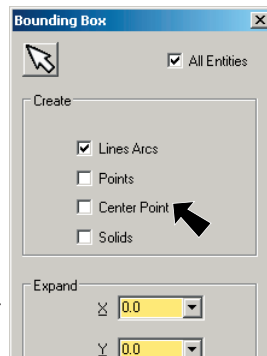

Fig. 16
Step 3. Set: check **Lines Arcs** uncheck **Center Point**, Fig. 16